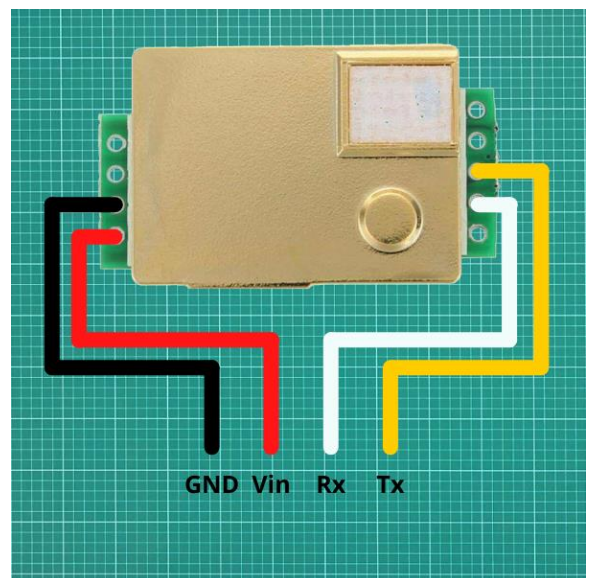

Abbildung 6 I2C-Verbindung am MH-Z19B Sensor
**Achtung!** Bei Nachbauten oder eigenen Projekten kann es unter Umständen dazu kommen, dass ein I2C-Kabel entsprechend Abbildung 6 selbst an den Sensor gelötet werden muss. Bei SENSOR-Projekten ist dieser bereits mit einem I2C-Kabel vorkonfiguriert und kann sofort verwendet werden. Die I2C Pinreihenfolge ist immer: GND (schwarz), Vin (rot), Rx, Tx. Die beiden letzteren Kabelfarben variieren je nach Kabelhersteller. Es handelt sich auch nicht um einen I2C-Bus im eigentlichen Sinn, sondern um einen Seriellen Bus, sodass dieser an den Eingang D0 und D1 des Arduinos angeschlossen werden muss. Dies übernimmt jedoch das Arduino UNO Shield für uns.